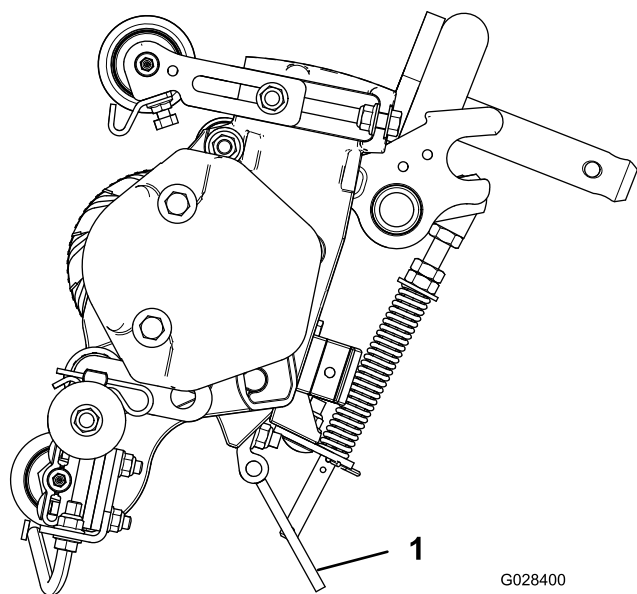

図 2
**注** バーチカッターを立てる場合には、必ずキックスタンドトラクションユニットの付属品をお使いください; 図 2を参照。